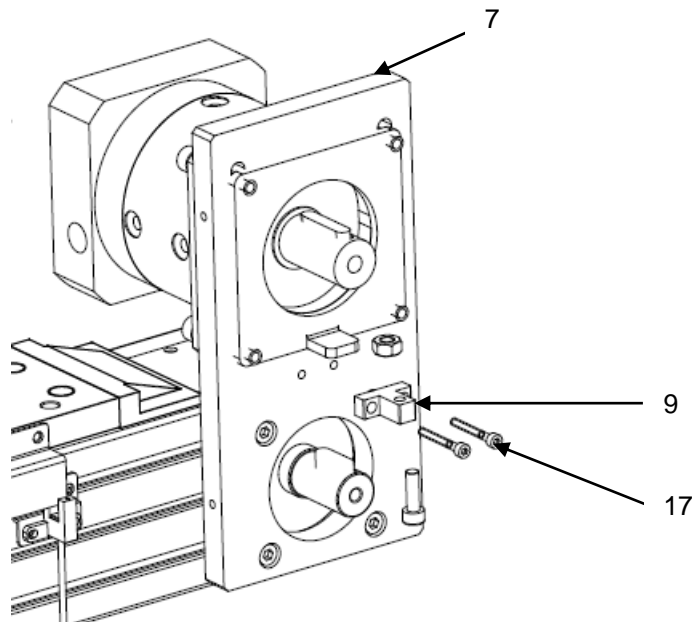

Рисунок 13 – Установка монтажной пластины.
3) установить натяжитель (поз. 9) с помощью винтов (поз. 17), затянуть гайки со стороны редуктора (см. рисунок 13);